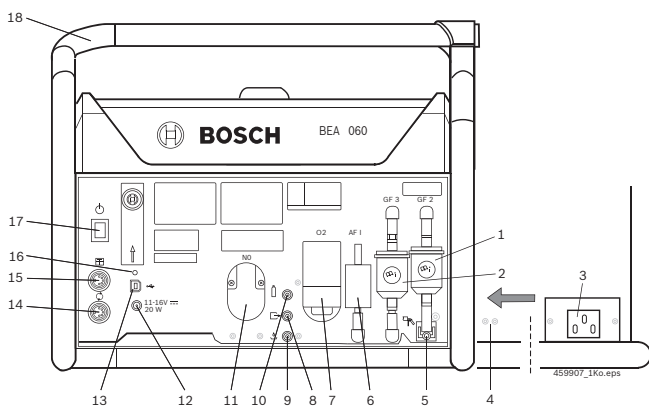

Fig. 1: BEA 060
- i** O BEA 060 também pode ser alimentado com tensão através da bateria do veículo com o cabo de ligação da tomada do acendedor de cigarros (acesório especial) (ver conexão na fig. 1, pos. 12).
1. Encaixar o cabo de ligação à rede no BEA 060 e fixar nos furos (fig. 1, pos. 4) com uma braçadeira de cabos para protetor do cabo de ligação à rede.
- O LED (fig. 1, pos. 16) pisca alternadamente a laranja e verde.
- O LED (fig. 1, pos. 16) desliga-se, o BEA 060 está desligado.